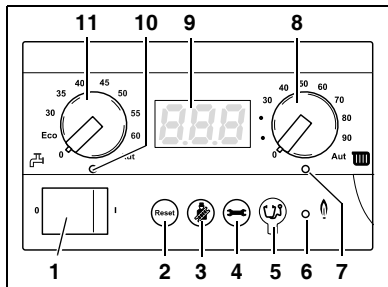

Fig. 7 Basiscontroller BC10
LED "Varmeaktivering" (fig. 7, **pos. 7**) lyser, når der er aktiveret varme fra reguleringen, og slukkes, når der ikke længere er behov for varme.
Med drejknappen til den maksimale kedeltemperatur (fig. 7, **pos. 8**) kan den øverste grænsetemperatur for kedelvandet indstilles. Enheden er °C.
På displayet (fig. 7, **pos. 9**) kan status og værdier for varmeanlægget aflæses. Hvis der optræder en fejl, viser displayet direkte den tilhørende fejlkode. Ved en låsende fejl, blinker denne fejlkode.